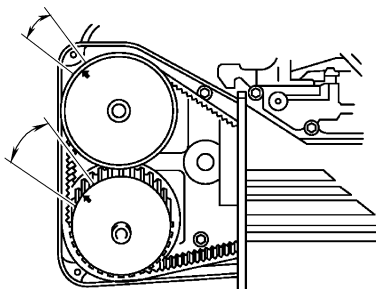

图 7-16 测量一缸排气门与四缸进气门间隙
③ 将凸轮轴正时带轮上的箭头标记置于图 7-16 中所示位置, 然后测量一缸排气门和四缸进气门间隙。